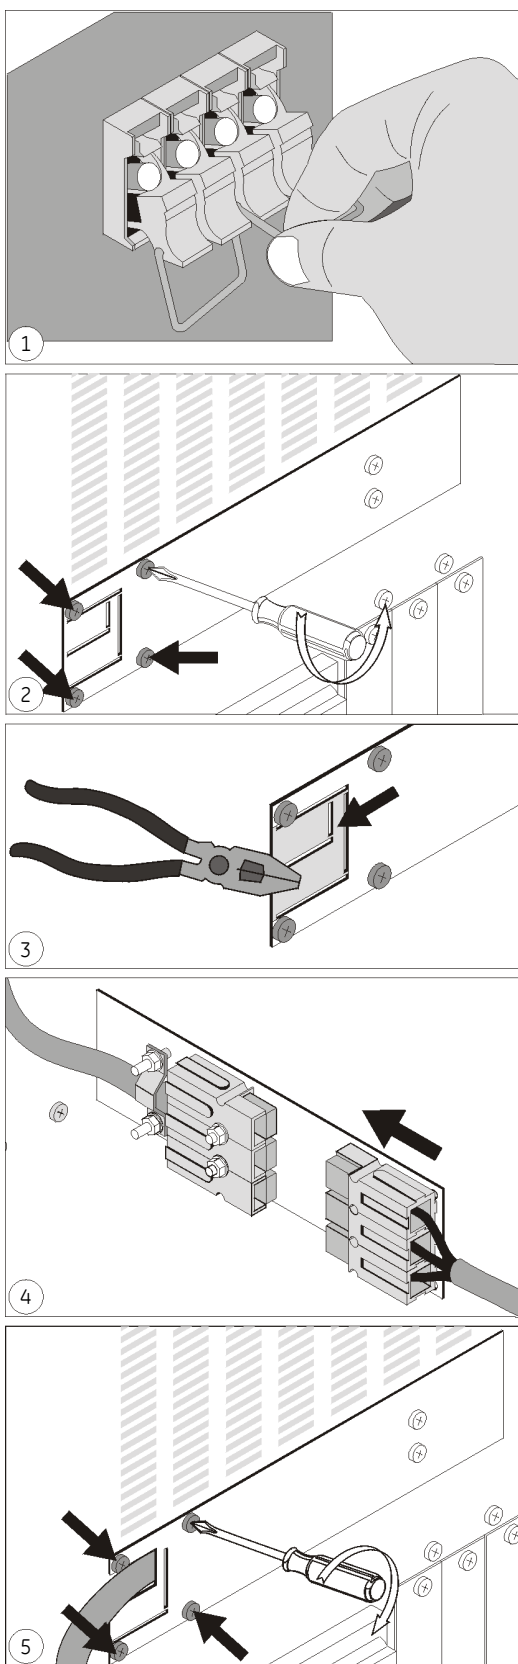

Bild 7. LP 3/5/6-11:
3. Einen Teil der Abdeckung herausbrechen: einen großen Teil (in Abb. 7 in Grau angegeben), wenn Ihre Batterieerweiterung mit einem Wirbel versehen ist (19, siehe Abb. 13a), sonst einen kleinen Teil. Falls zutreffend: den Wirbel an die Abdeckung montieren.
4. Verbinden Sie den Gleichstromanschluss der Batterie (15a) mit dem Gleichstromanschluss der USV (15). Wenn das Kabel einschnappt, ist es richtig fixiert.
5. Falls zutreffend: Führen Sie das Gleichstromkabel durch die Öffnung auf der linken Seite der Abdeckung des Gleichstromanschlusses (15) und befestigen Sie die Abdeckung wieder mit den 4 Schrauben.
6. Bei 14Ah-Batterien können über den Gleichstromanschluss der Batterie (15) weitere Erweiterungen angeschlossen werden. 7Ah-Batterieerweiterungen können nicht reihengeschaltet werden.
7. Setzen Sie die Batteriesicherung der USV (17) ein. Setzen Sie die 2 (7Ah) oder 4 (14Ah) Sicherungen der Batterieerweiterung wieder ein (18). Schließen Sie die Sicherungsfächer (17, 18).